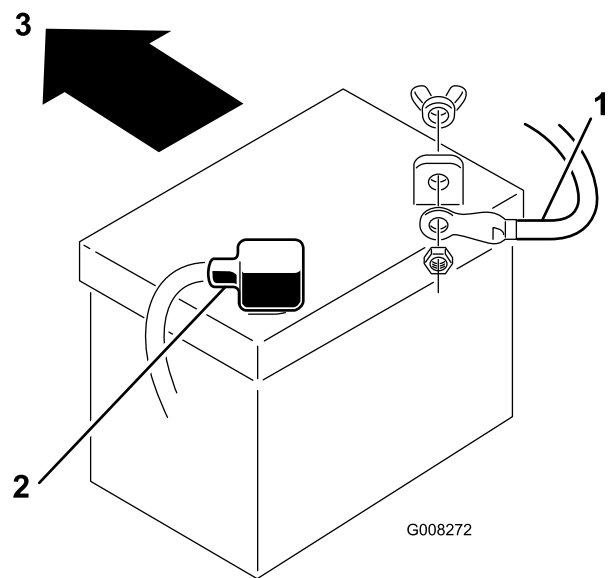

Bild 30
7. Klemmen Sie das Minuskabel (schwarz) vom Batteriepol ab (Bild 30).
9. Klemmen Sie das Pluskabel (Rot) vom Batteriepol ab (Bild 30).
1. Setzen Sie die Batterie in das Chassis ein. Die Batteriepole sollten zum Heck der Maschine zeigen (Bild 30).
3. Schließen Sie das Pluskabel (rot) mit der Schraube und der Flügelmutter am (+) Pluspol an (Bild 30). Schieben Sie die Gummiabdeckung über den Batteriepol.
4. Schließen Sie das (schwarze) Minuskabel mit der Schraube und Mutter am (-) Minuspol an (Bild 30). Schieben Sie die Gummiabdeckung über den Batteriepol.